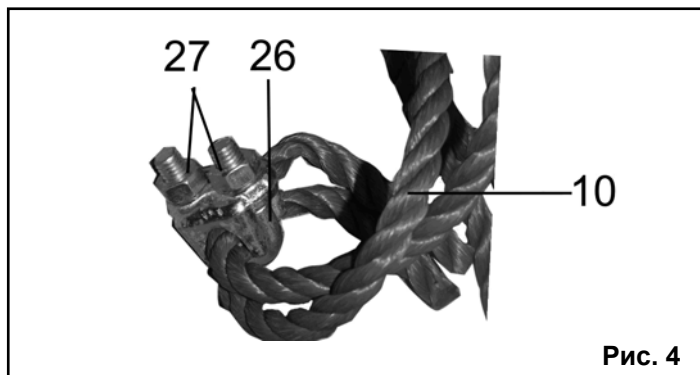

Рис. 4
Концы троса (10) фиксируются хомутом (26) с помощью гаек (27), Рис.4. Длина выступающих концов троса (10), Рис.4, должна быть не менее 10 диаметров троса.